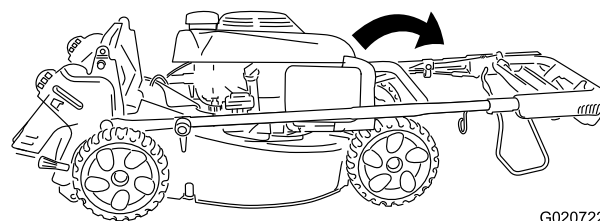

Figura 5
2. Spostate con attenzione la sezione superiore della stegola in avanti finché le due metà della stegola non sono in linea e si sistemano come mostrato Figura 5.